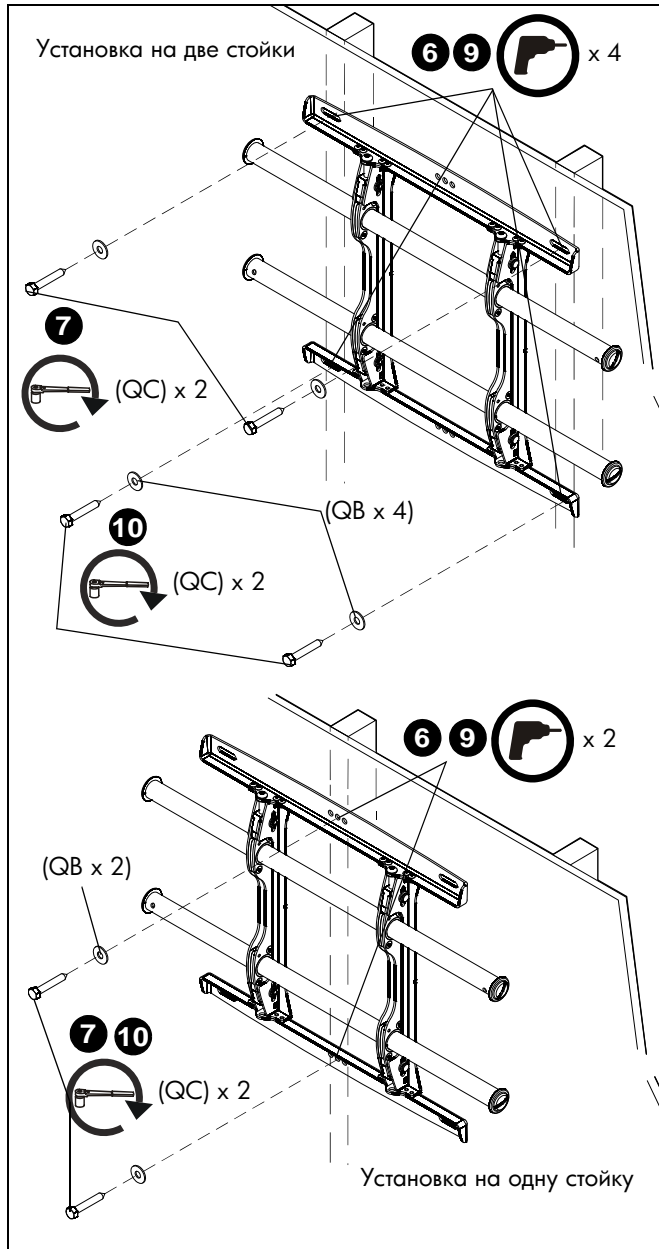

рис. 3
7. С помощью двух болтов 5/16 x 2-1/2" (QC) и двух плоских шайб 5/16" (QB) [один болт и одна шайба для монтажа на одну стойку] прикрепите верхнюю часть крепления к стене. (См. рис. 3)
8. Отметьте точки размещения нижних монтажных отверстий и убедитесь в том, что эти точки расположены на стойках каркаса. (См. рис. 3)
9. Просверлите направляющие отверстия диаметром 5,5mm (7/32") в местах, отмеченных для нижних монтажных отверстий. (См. рис. 3)
10. С помощью двух болтов 5/16 x 2-1/2" (QC) и двух плоских шайб 5/16" (QB) [один болт и одна шайба для монтажа на одну стойку] прикрепите крепления к стене через нижние монтажные отверстия. (См. рис. 3)